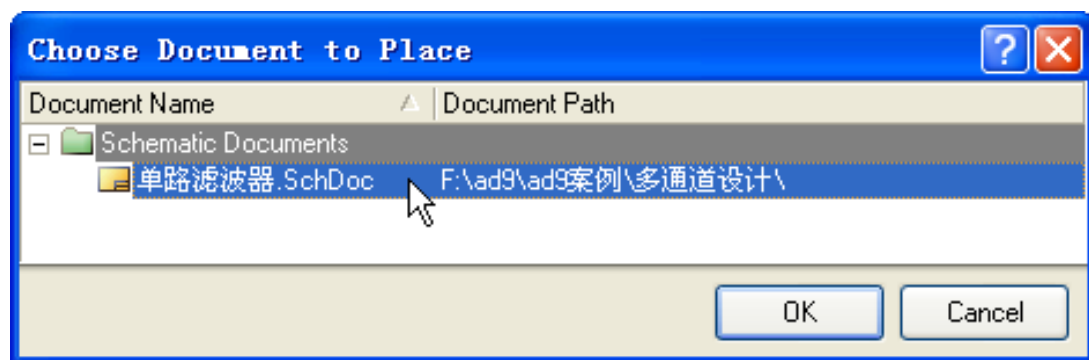

图11-41 “Choose Document to Place”对话框
- (4) 单击通用工具栏中的保存工具按钮“”，保存原理图文件。
- (5) 选择“Projects”工作面板，在项目中再次新建一个空白原理图文档。
- (6) 在空白原理图文档窗口内，在主菜单中选择“Design”→“Create Sheet Symbol From Sheet or HDL”命令，打开如图11-41所示的“Choose Document to Place”对话框。